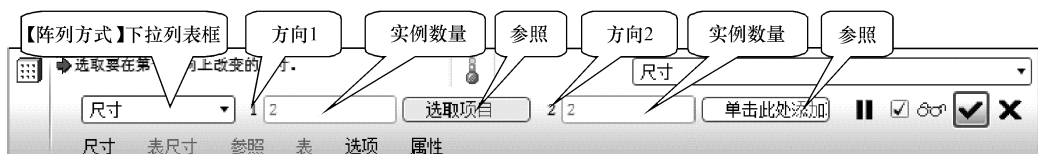

图 8-16 【阵列】操控板
(1) 选择源特征。在模型树或者图形区选择欲进行阵列的源特征。
(2) 选择命令。执行【阵列】命令的方式有以下3种，任意执行一种，均会弹出如图8-16所示的【阵列】操控板。
对于尺寸阵列，其操控板如图 8-16 所示，可以设置两个方向的实例数量和尺寸参照，每个方向的后面有【实例数量】文本框和【参照】收集器。用户可在【实例数量】文本框中输入相应阵列方向上的实例数量，然后单击【参照】收集器，使其处于激活状态，再在模型上选择参照（注意：选取的参照一般是特征的定位尺寸，阵列的方向是尺寸线的方向）。